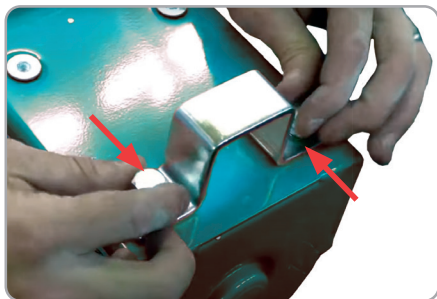

Fig.6
- Montati cele doua cleme pe corpul troliului in partea superioara, utilizand suruburile din kitul de montaj dar fara a le strange complet (Fig.6).